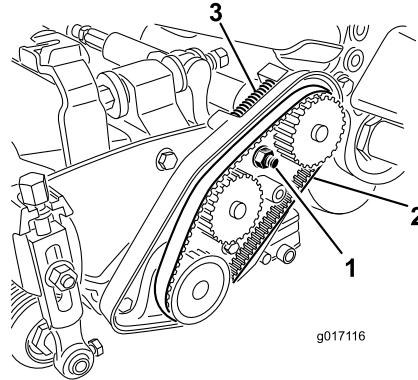

图46
- A. 松开轴承座安装螺母(图46)。
- C. 清除皮带舱内部和压缩弹簧周围的任何杂物(图46)。